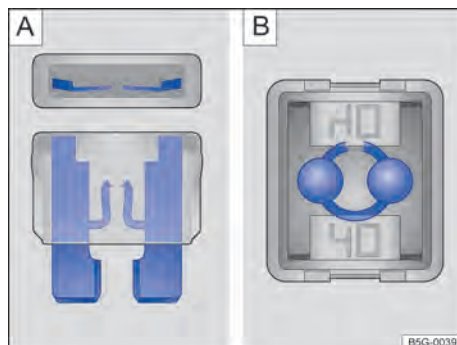

Fig. 156
rretidas → fig. 156 [A].
- Un *fusible de bloqueo* (JCASE®) averiado es reconocido por las bandas metálicas por encima de la carcasa transparente → fig. 156 [B].